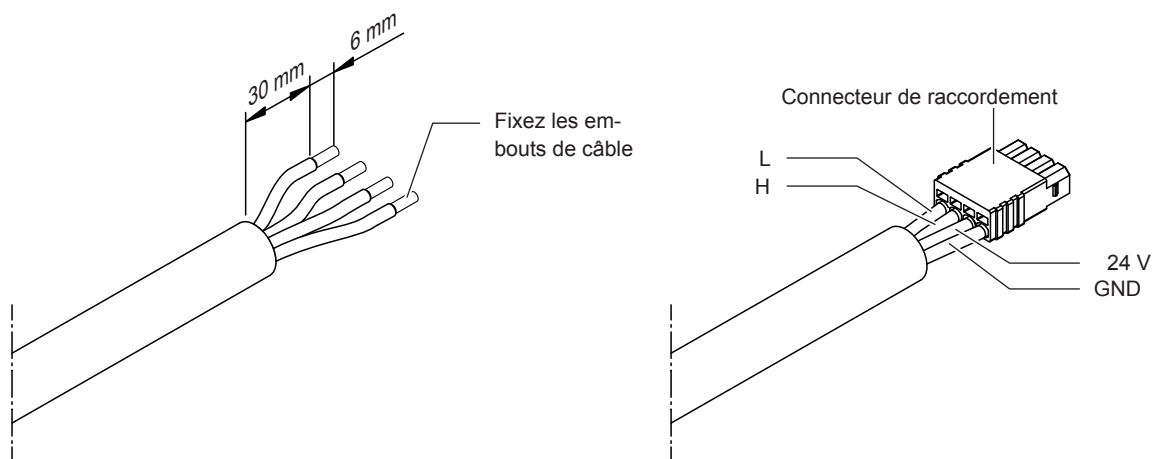

Fig. 21: Apprêtez le câble CAN BUS pour la connexion sur la platine de commande
4. Coupe du (des) câble(s) CAN BUS. Apprêtez les extrémités du câble conformément à Fig. 21 pour la connexion de la prise et connectez la/les prises au(x) câble(s) CAN BUS.